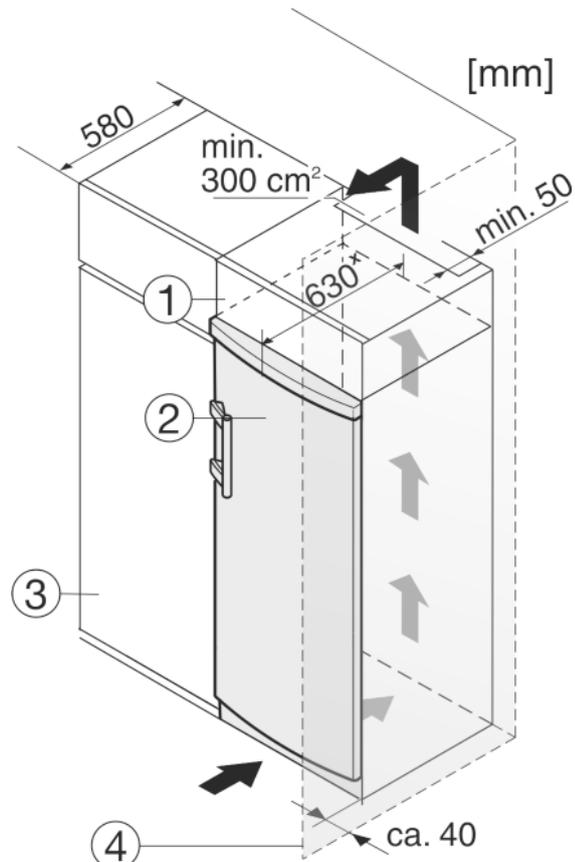

Fig. 10
Aparatul poate fi refăcut cu dulapuri de bucătărie. Pentru a aduce aparatul Fig. 10 (2) la același nivel cu mobilierul de bucătărie, se poate monta deasupra aparatului un dulap suspendat Fig. 10 (1).
La integrarea în dulapurile de bucătărie (adâncime maximă 580 mm), aparatul poate fi amplasat direct lângă dulapul de bucătărie Fig. 10 (3). Aparatul iese în afară în partea laterală cu 34 mm \*, iar în centrul aparatului cu 50 mm \*, în raport cu suprafața frontală a dulapului de bucătărie.
Atunci când aparatul este montat cu balamalele lângă un perete *Fig. 10 (4)*, distanța dintre aparat și perete trebuie să fie de minim 40 mm. Această valoare corespunde proeminenței mânerului cu ușa deschisă.